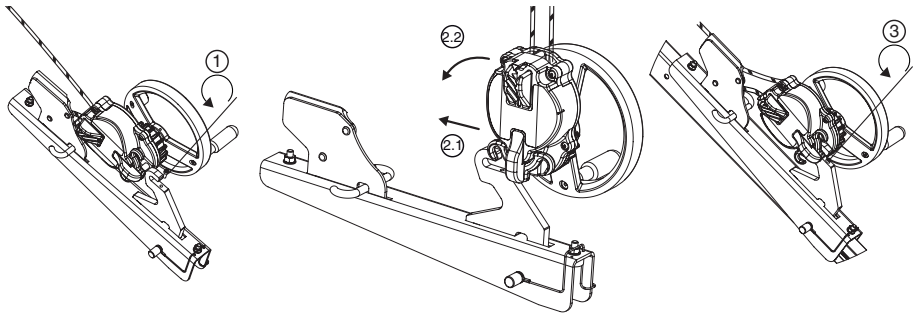

Fig. 8
6.3.4. Appareil derope™ UP R (Fig. 8, 9 et 10)
L'appareil derope™ UP R doit être fixé sur la jambe du trépied trampoline de Tractel® comme indiqué sur la Fig.8. Toute autre fixation en un autre point du trépied trampoline de Tractel® est interdite.
1. Dévisser la vis de blocage du crochet d'accrochage de la console pour appareil derope™ UP R (Fig. 8, 1).
2. Mettre en place l'appareil derope™ UP R sur le crochet d'accrochage (Fig. 8, 2.1 – 2.2).
3. Revisser la vis de blocage afin d'empêcher l'appareil de se désolidariser de sa console (Fig. 8, 3) et vérifier qu'elle est bien mise en place et serrée.